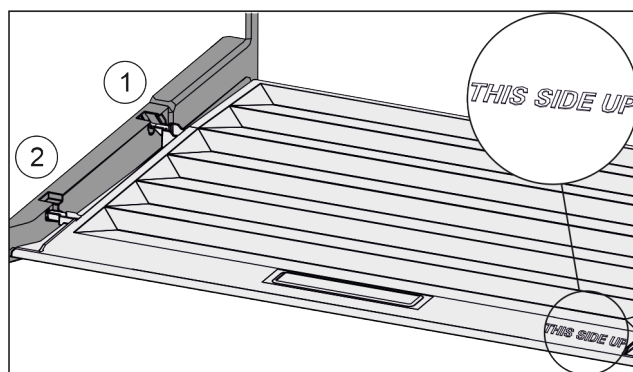

Fig. 90
- ▶ Deckelstege über Öffnung der hinteren Halterung Fig. 90 (1) einführen und vorne in Halterung Fig. 90 (2) einrasten.